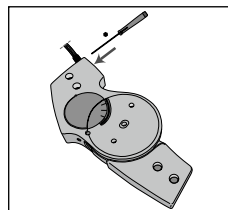

Abb. 8
7. Lösen Sie jetzt die Stiftschraube an dem Gelenkoberteil. Zwei Umdrehungen reichen aus (**siehe Abb. 8**). Die Schraube nicht aus dem Gelenk entfernen.
18. Sichern Sie jetzt wieder die Justierschraube mit der Stiftschraube (**siehe Abb. 8**).